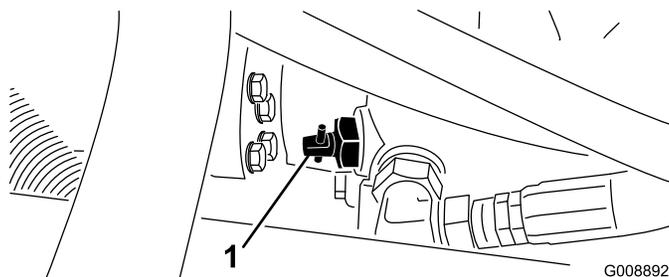

図 24
1. 油圧ポンプについているバイパスバルブ（図24）を90°回転させる。